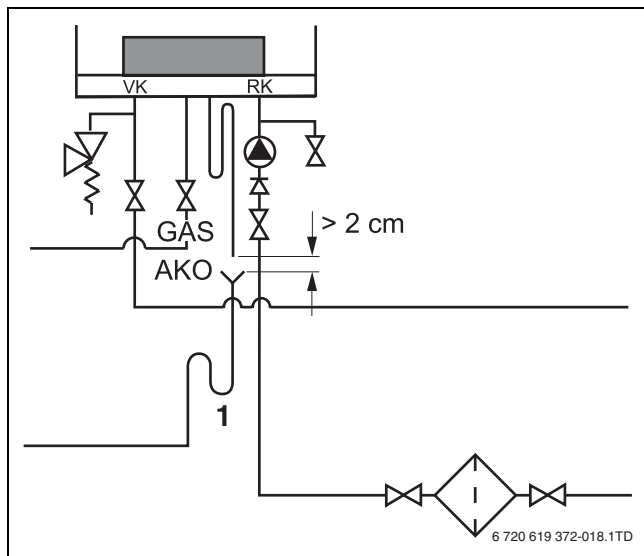
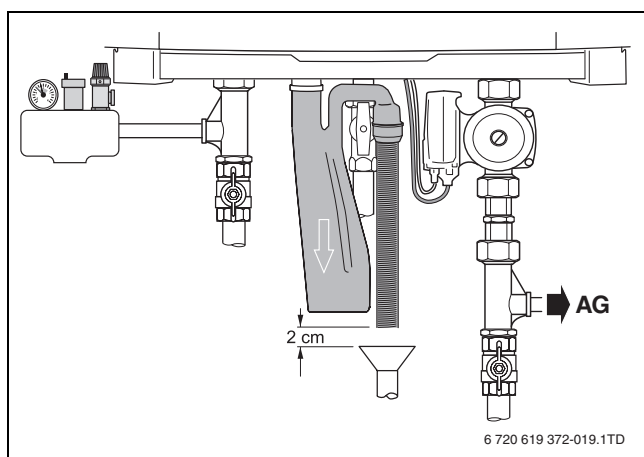

Fig. 27 Collegare il sifone
Fig. 28 Tubazione della condensa
- Collegare la tubazione della condensa al sifone (→ fig. 27, [1] e fig. 28, [1]).
La distanza minima tra il sifone e la tubazione della condensa è pari a 2 cm (→ fig. 28, [1]).